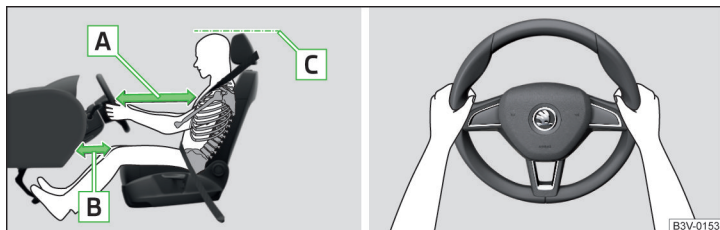

Fig. 2 Position assise correcte du conducteur/Bonne position du volant
- ✓ Pour les véhicules avec airbag de genoux côté conducteur, réglez le siège du conducteur en sens longitudinal de façon à ce que la distance » fig. 2 - [B] entre les jambes et le tableau de bord à hauteur de l'airbag de protection des genoux soit de 10 cm au moins.
- ✓ Ajustez le volant de façon à ce que la distance entre le volant et le buste soit de 25 cm au moins » fig. 2 - [A].
- ✓ Réglez l'appuie-tête de façon à ce que le bord supérieur de l'appuie-tête se trouve au moins à la hauteur de la partie supérieure de votre tête » fig. 2 - [C] (ne concerne pas les sièges avec des appuie-têtes intégrés).
- Pendant la conduite, maintenez le volant latéralement des deux mains sur le bord extérieur dans les positions « 9 » et « 3 » heures » fig. 2. Ne jamais tenir le volant en position « midi » ou de toute autre manière (par exemple au milieu du volant ou sur la partie interne). Autrement le déclenchement de l'airbag peut provoquer de graves blessures aux bras, aux mains et à la tête.
- ✓ Réglez l'appuie-tête de façon à ce que le bord supérieur de l'appuie-tête se trouve au moins à la hauteur de la partie supérieure de votre tête » fig. 2 à la page 13 - **C** (ne concerne pas les sièges avec des appuie-têtes intégrés).
- ✓ Réglez l'appuie-tête de façon à ce que le bord supérieur de l'appuie-tête se trouve au moins à la hauteur de la partie supérieure de la tête » fig. 2 à la page 13 - **C**.